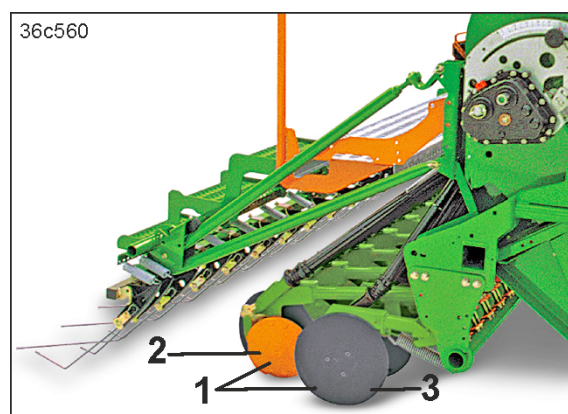

Fig. 75
Control-skæret RoTeC (Fig. 75/1) er beregnet til såsædsplacering på pløjede eller tildækkede jorde, selv hvor der er store halmmængder og planterester.
På grund af understøtningen af skæret på dybdeføringsskiven/-tallerkenen (Fig. 75/2) og det høje skærtryk kører skæret særlig roligt og overholder såsædsplaceringsdybden nøjagtigt.
- til rengøring af bagsiden af stålskiven (Fig. 75/3).